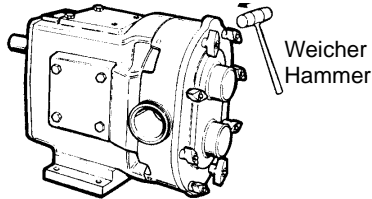

Abbildung 31 – Die Deckelmuttern abschrauben
1. Entfernen Sie die Flügelmutter der Abdeckung mit einem weichen Hammer, um sie zu lösen (Abbildung(Abbildung 31)).